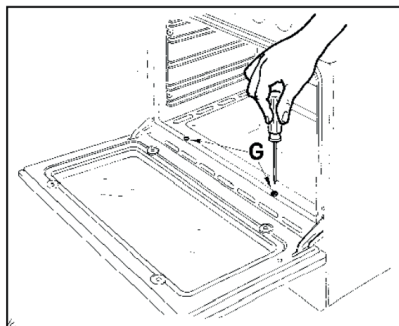

Fig. 5
- Retirar a chapa do forno (Fig.5).